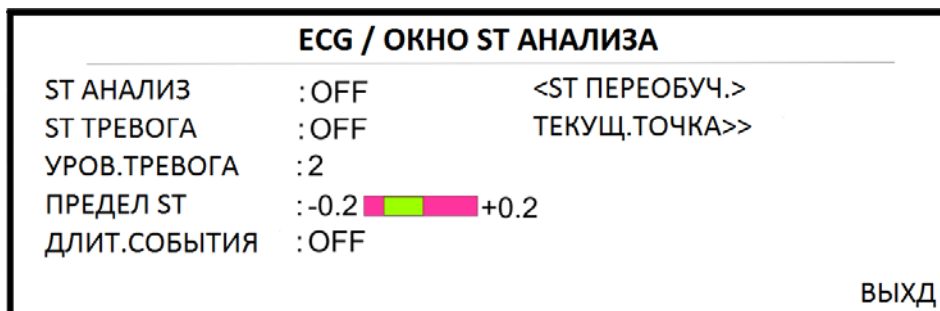

Рисунок 2.33 – Окно «ECG / ОКНО ST АНАЛИЗА»
2.5.3.2 После выбора «ST АНАЛИЗ» в меню «ECG» будет вызвано следующее меню (см. рисунок 2.33):